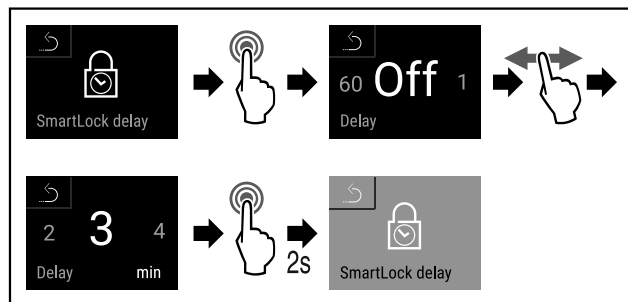

Fig. 85 È possibile impostare i valori seguenti: Da Off (nessun tempo di attesa) a 60 minuti; in passi di 1 minuto
▶ Eseguire i passi (vedere Fig. 85) .